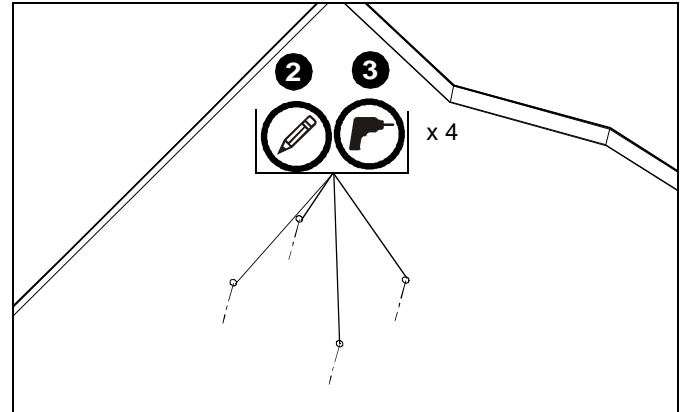

Figure 5
- En vous servant du LPK1 comme guide, marquez quatre emplacements pour les trous de montage sur le plafond. (voir la Figure 5)
- Percez quatre avant-trous de 7,9 mm (5/16") de diamètre et de 82,6 mm (3-1/4") de long. (voir la Figure 5)